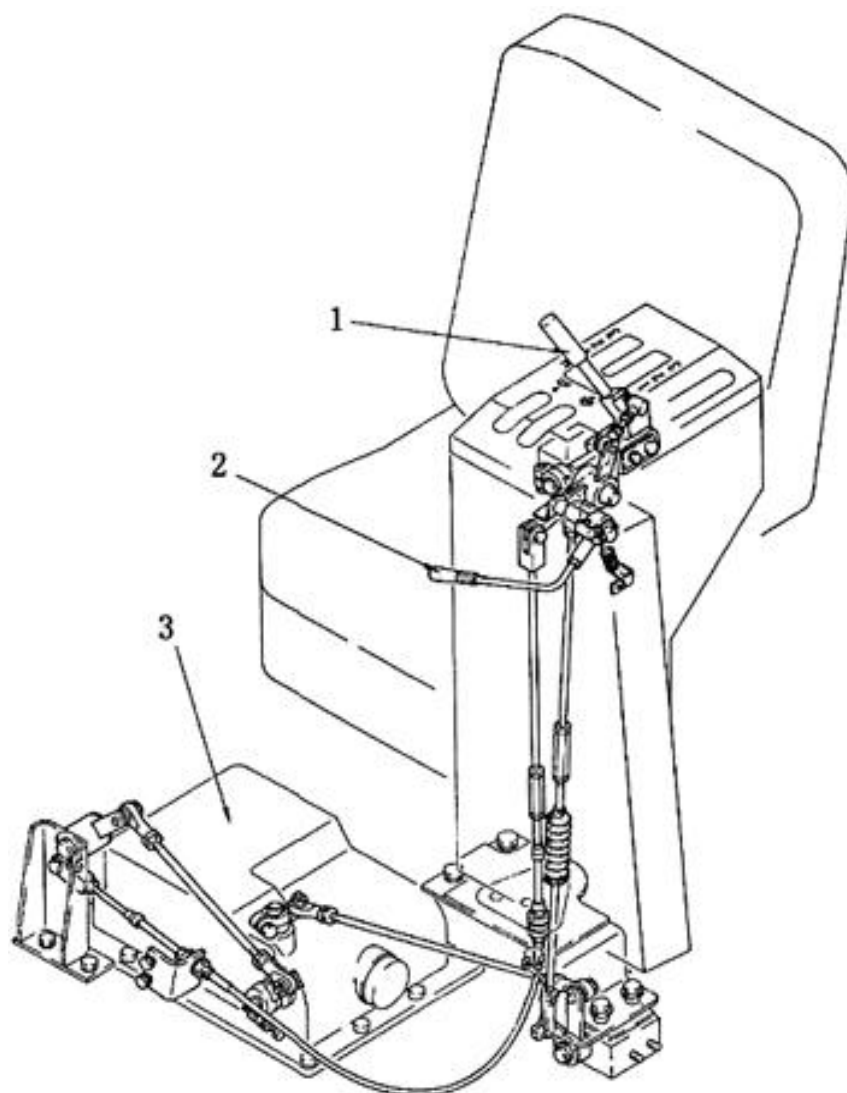

Рис. 5-43
1. Переключение скоростного диапазона (см. Рис. 5-43)